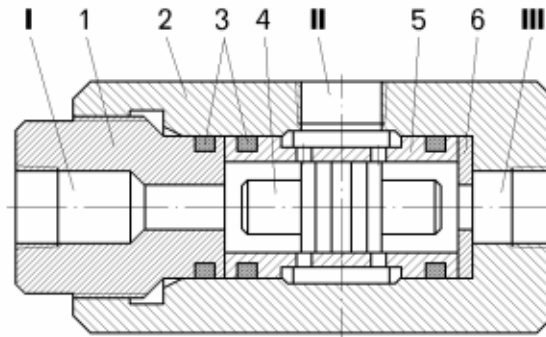

Рисунок 12.21 – Клапан двухмагистральный:
- вывернуть из корпуса 2 (рисунок 12.21) пробку 1;
- установить уплотнительные кольца 3 (смотри рисунок 12.21) в канавки гильзы 5 и пробки 1